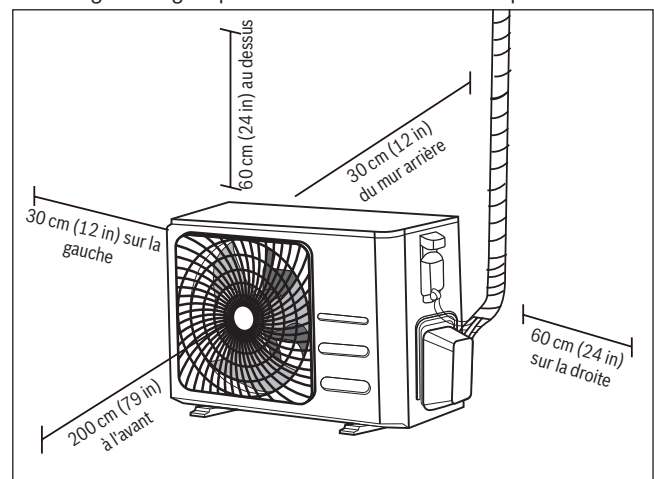

Fig. 21.
- ▶ est conforme à toutes les exigences indiquées dans Exigences liées à l'espace d'installation (**fig. 21**)